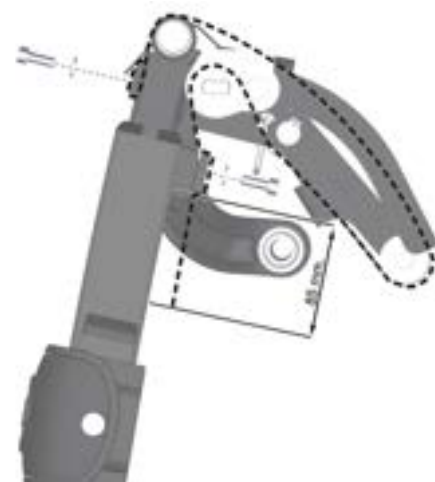

Abbildung 136. Gurtmontage an der Beinstütze.
3. Entfernen Sie ein Gurtende der Beinstütze, indem Sie den unteren Abschnitt der Beinstütze leicht und vorsichtig anheben. Demontieren Sie gleichzeitig die beiden Schrauben an der Vorderseite der Beinstütze. Ziehen Sie die Montageplatte aus der Gurtschlaufe. Siehe Abb. 136.